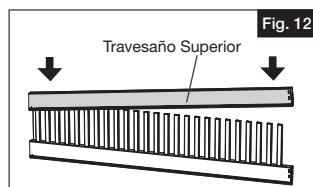

Fig. 12
- b. Guíe el travesaño superior por encima de las tablas (Fig. 12).